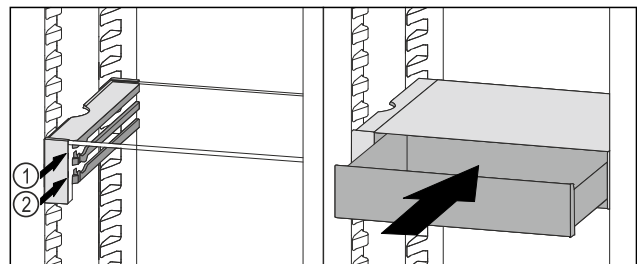

Fig. 126
- ▶ VarioSafe-Schubfach hinter den Stopperrn auf gewünschter Rippe Fig. 126 (1) oder Fig. 126 (2) aufsetzen.